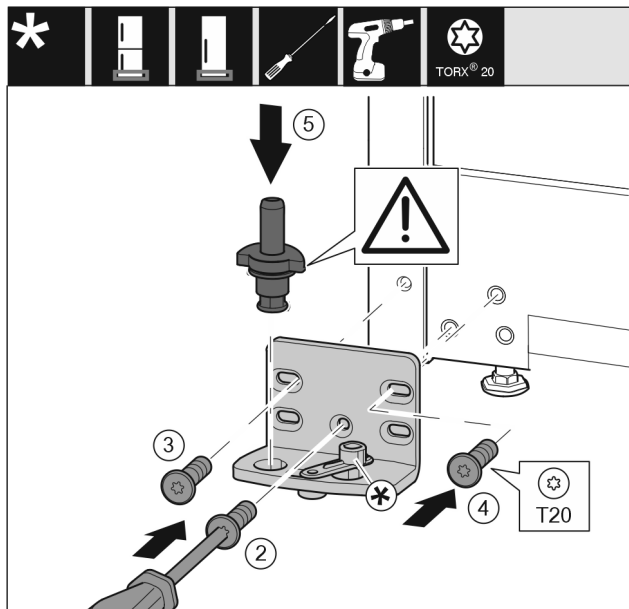

Fig. 17
- Coloque el soporte de cojinete en el otro lado y atorníllelo con la ayuda de un destornillador T20. Comience por el tornillo 2 en la parte inferior central. Fig. 17 (2)
- Atornille los tornillos 3 y 4. Fig. 17 (3,4)
- Coloque el perno de cojinete completo. Preste atención a que el saliente de retención esté orientado hacia atrás. Fig. 17 (5)